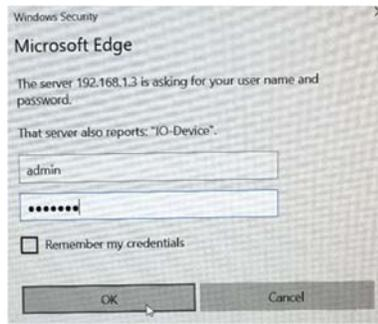

Figure 12 Boîte de dialogue du nom d'utilisateur et du mot de passe
- Lorsque la boîte de dialogue du nom d'utilisateur et du mot de passe apparaît, saisir le nom d'utilisateur : **admin** et le mot de passe : **private**. Cliquer sur *OK*. Voir la Figure 12.